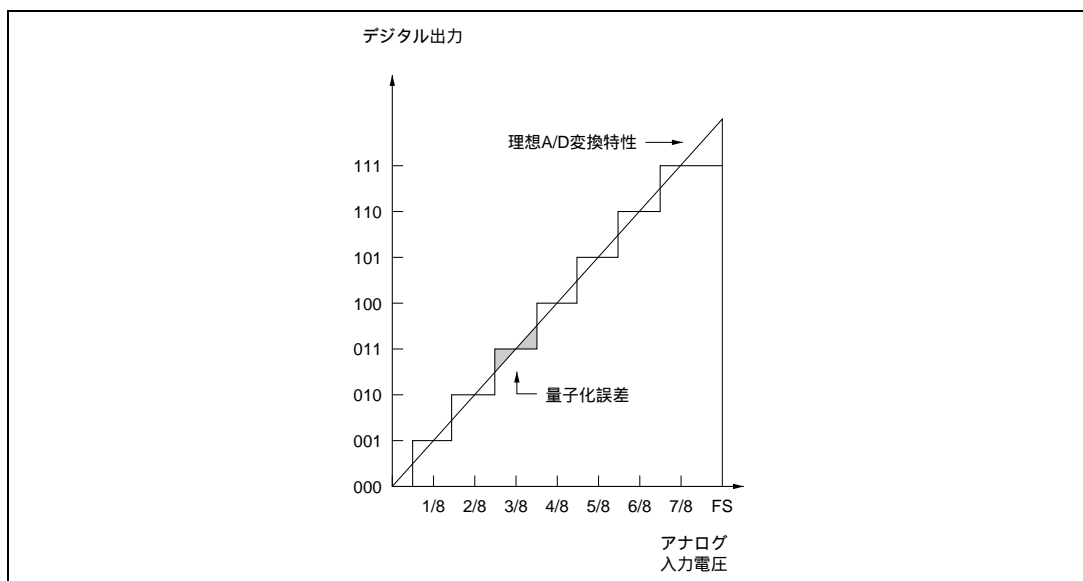

図 15.9 A/D 変換精度の定義 (1)
- 量子化誤差 : A/D 変換器が本質的に有する偏差であり、 $1/2\text{LSB}$ で与えられる (図 15.9)